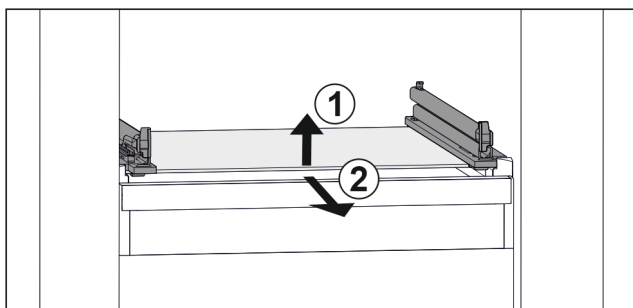

Fig. 23 Reprezentare exemplificativă a plăcii de sticlă
- ▶ Ridicați placa de sticlă din față. Fig. 23 (1)
- ▶ Extrageți placa de sticlă spre înainte. Fig. 23 (2)